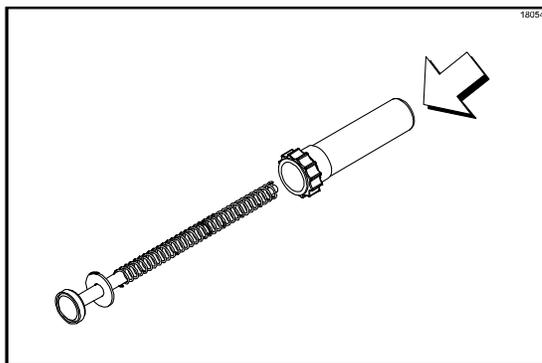

Figura 91
6. Instale el extremo abocinado del tubo del émbolo (armado con la pieza de inserción y la tuerca) en el conjunto del émbolo. (Vea la figura 91).